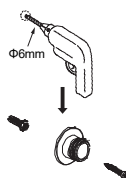

Figure 6
- Retirez la vis en cuivre, puis utilisez la mèche de $\Phi 6\text{mm}$ pour percer un trou à l'endroit marqué. Installez la vis en cuivre (Figure 6).